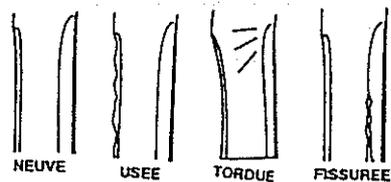

Figure 32
- Les remplacer si elles sont déformées, usées, ou fissurées (fig.32).